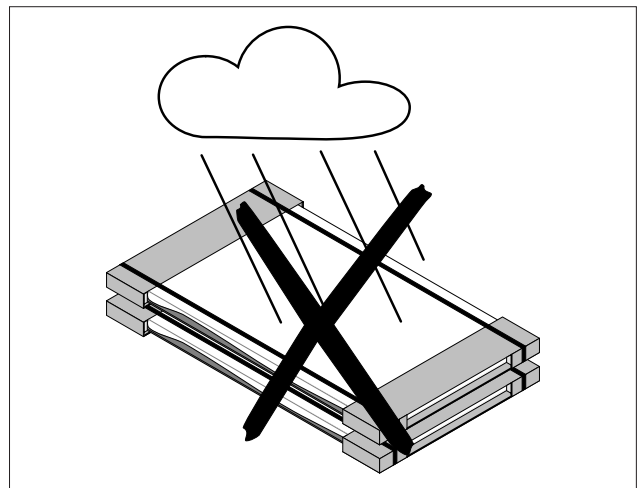

Abb. 2 Kollektor mit Folie nicht dem Regen aussetzen.
- Bei Lagerung mit Folienverpackung kann die Glasoberfläche beschädigt werden (s. Abb. 2).